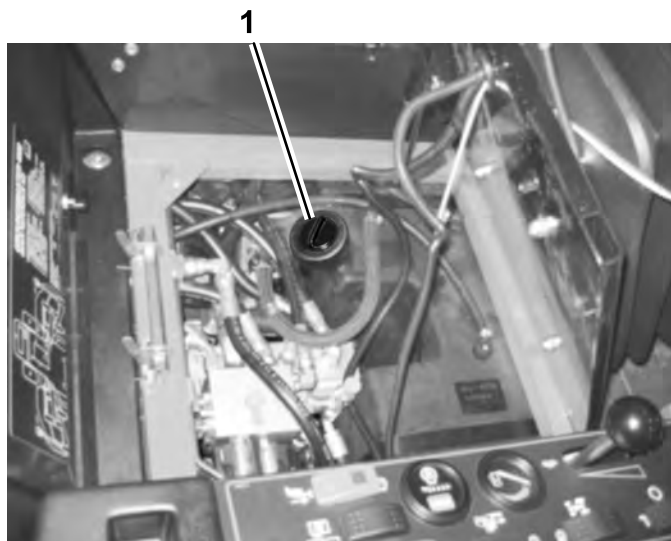

Figura 68
3. Riempite il serbatoio (Figura 68) con 30 litri circa di fluido idraulico; vedere Verifica del fluido idraulico.